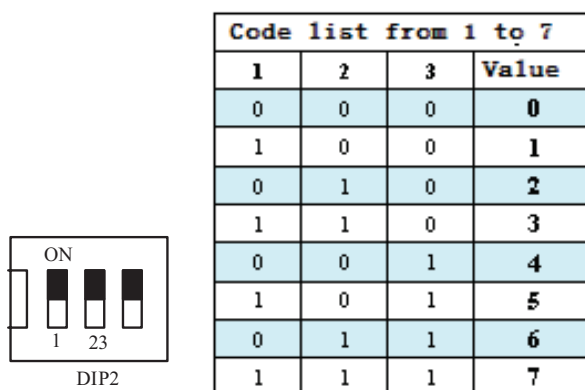

Рис. 6.42
(1) Настройка DIP2 (рис. 6.42)
Установите все штекеры во включенное состояние (положение 0 (ON)), как указано на Рис. 6.42